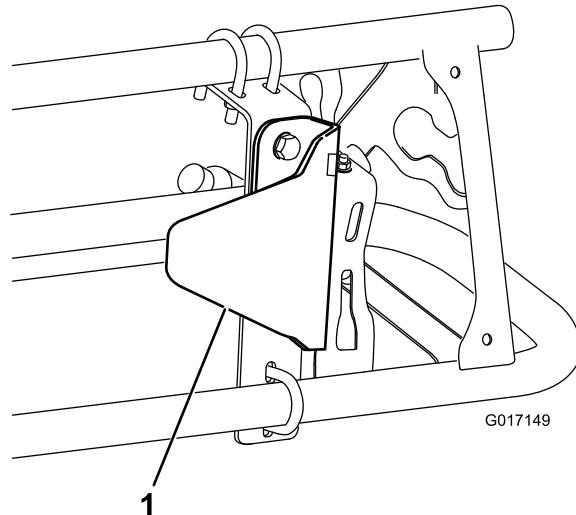

Figura 17
2. Installate la staffa di protezione sensore sulla staffa di montaggio con 2 bulloni (5/16" x 3/4") e 2 dadi flangiati (5/16") come mostrato in Figura 17.